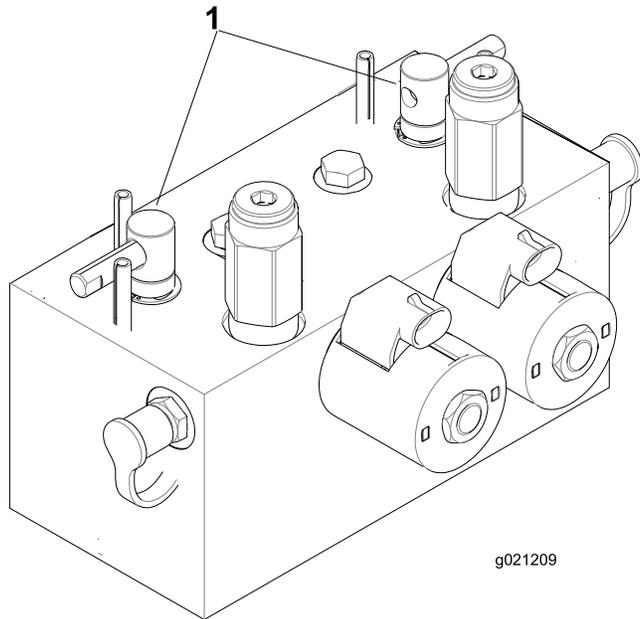

図 75
2. ラッチのロックを外してフードを開けるとバックラップレバーが見える図 75。
5. バックラップレバーで、前のカッティングユニット又は後ろのカッティングユニット、あるいは両方を選択する図 75。